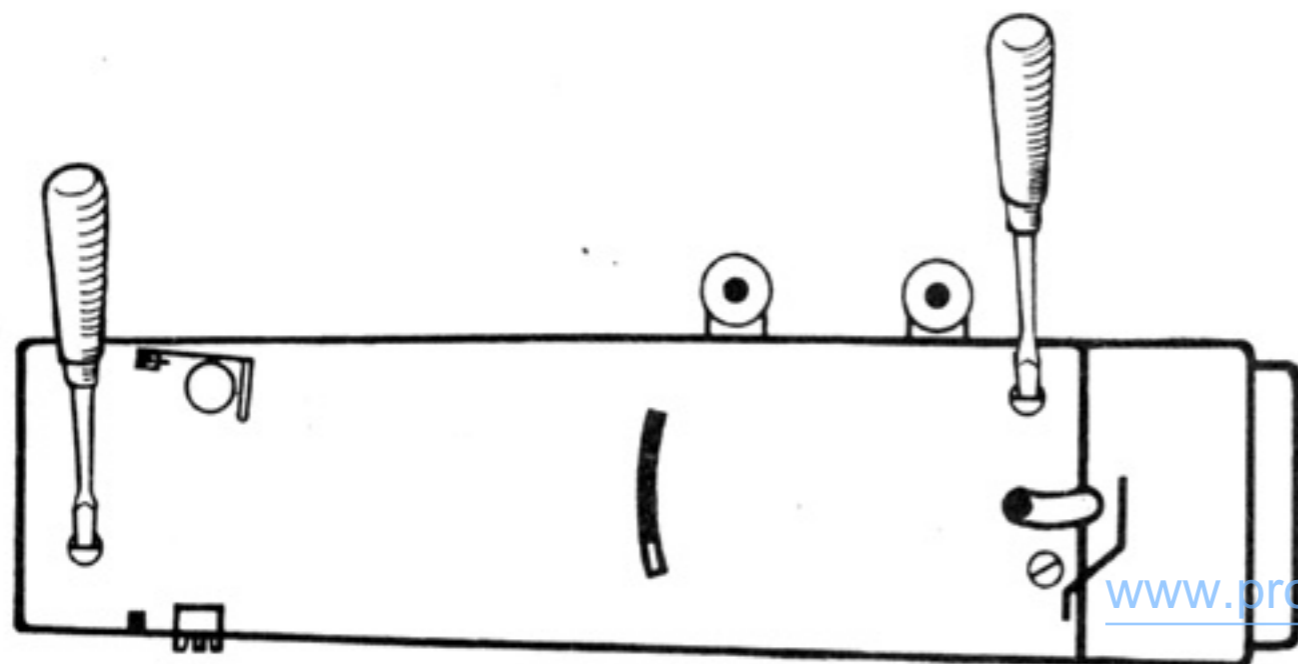

Рис. 34
- Отвинтить винты соответственно рис. 34